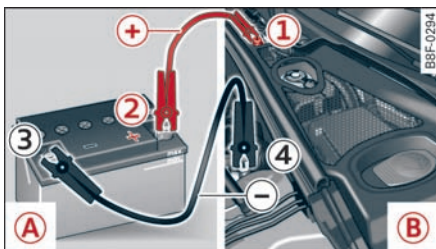

图 257 用另一汽车的蓄电池进行辅助启动：A - 输电，B - 放电
- 1. 将正极红色电缆的一端固定在待启动车辆 **(B)** 的辅助启动销 **(1)** ⇨ 图 257（红色盖板下的启动销 = “正极”）。